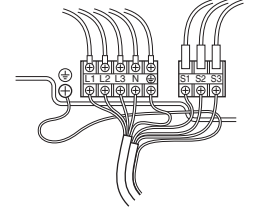

Fig. 6-2
6.1. Dış ünite (Fig. 6-1, Fig. 6-2)
- 2 Fig. 6-1 ve Fig. 6-2'ye bakarak kabloları bağlayın.